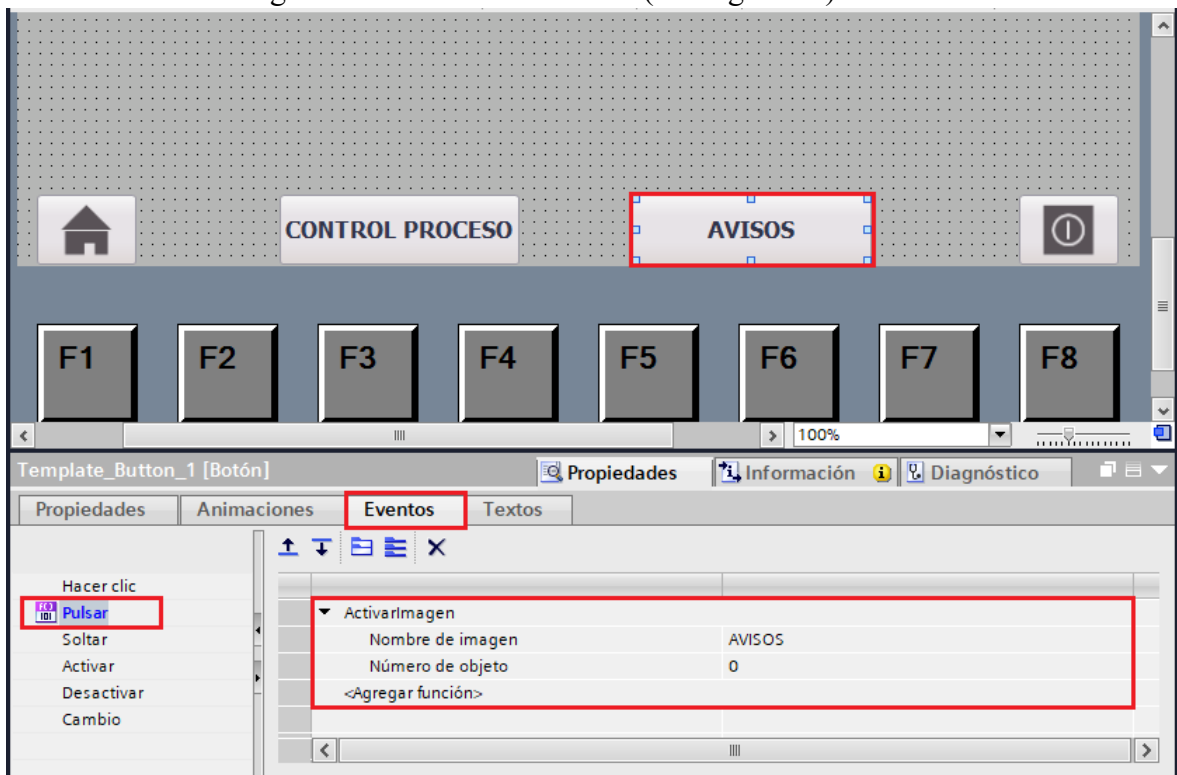

Figura 49. Configuración botón “AVISOS”.
- En “Nombre de imagen” seleccionar “AVISOS” (ver Figura 49).